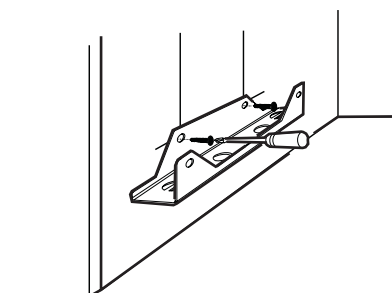

Fig. 8.3
3. Montera upphängningsfästena (se Fig. 8.3). Bilden visar vänstra sidan. Högra sidan är spegelvänd.